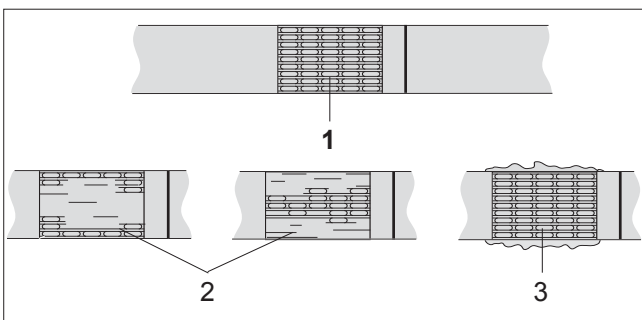

Fig. 10
- Verschluss regelmässig auf sein Aussehen überprüfen (siehe Fig. 10). Bei schlecht geschweissten Bändern: **Einstellung der Schweisszeit überprüfen (siehe Kapitel 7.2).**
- Schweisszeit gemäss Kapitel 6.2, Abbildung 10/2 einstellen.